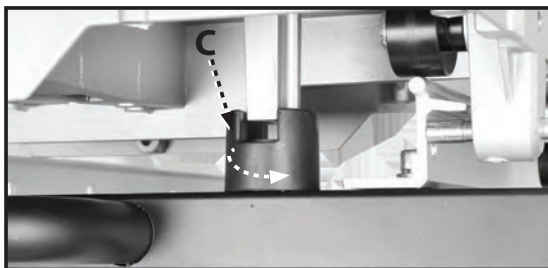

FIGURE 9
4. Tirez sur la butée de la table (C, fig. 9) et faites-la pivoter de 90 degrés jusqu'à ce qu'elle clique en place. Cela permettra d'éviter que la table ne glisse vers l'arrière, hors du bâti principal.
5. Pour verrouiller la table, de sorte qu'elle ne bouge pas, engagez le verrou de table (C, fig. 9) dans le rail à l'emplacement indiqué.